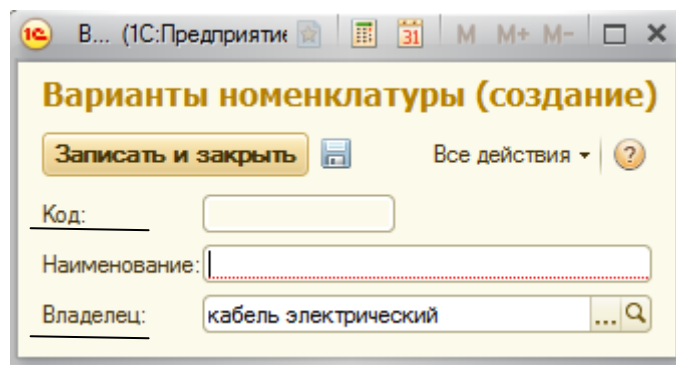

Рисунок 6.16 Форма элемента справочника «Варианты номенклатуры»
13. Нажать на кнопку **Создать**. Открывается форма элемента справочника «**Варианты номенклатуры**» (рис.6.16). Форма имеет некоторые недостатки: заголовок формы должен быть в единственном числе, лишними являются поля **Код** и **Владелец**.